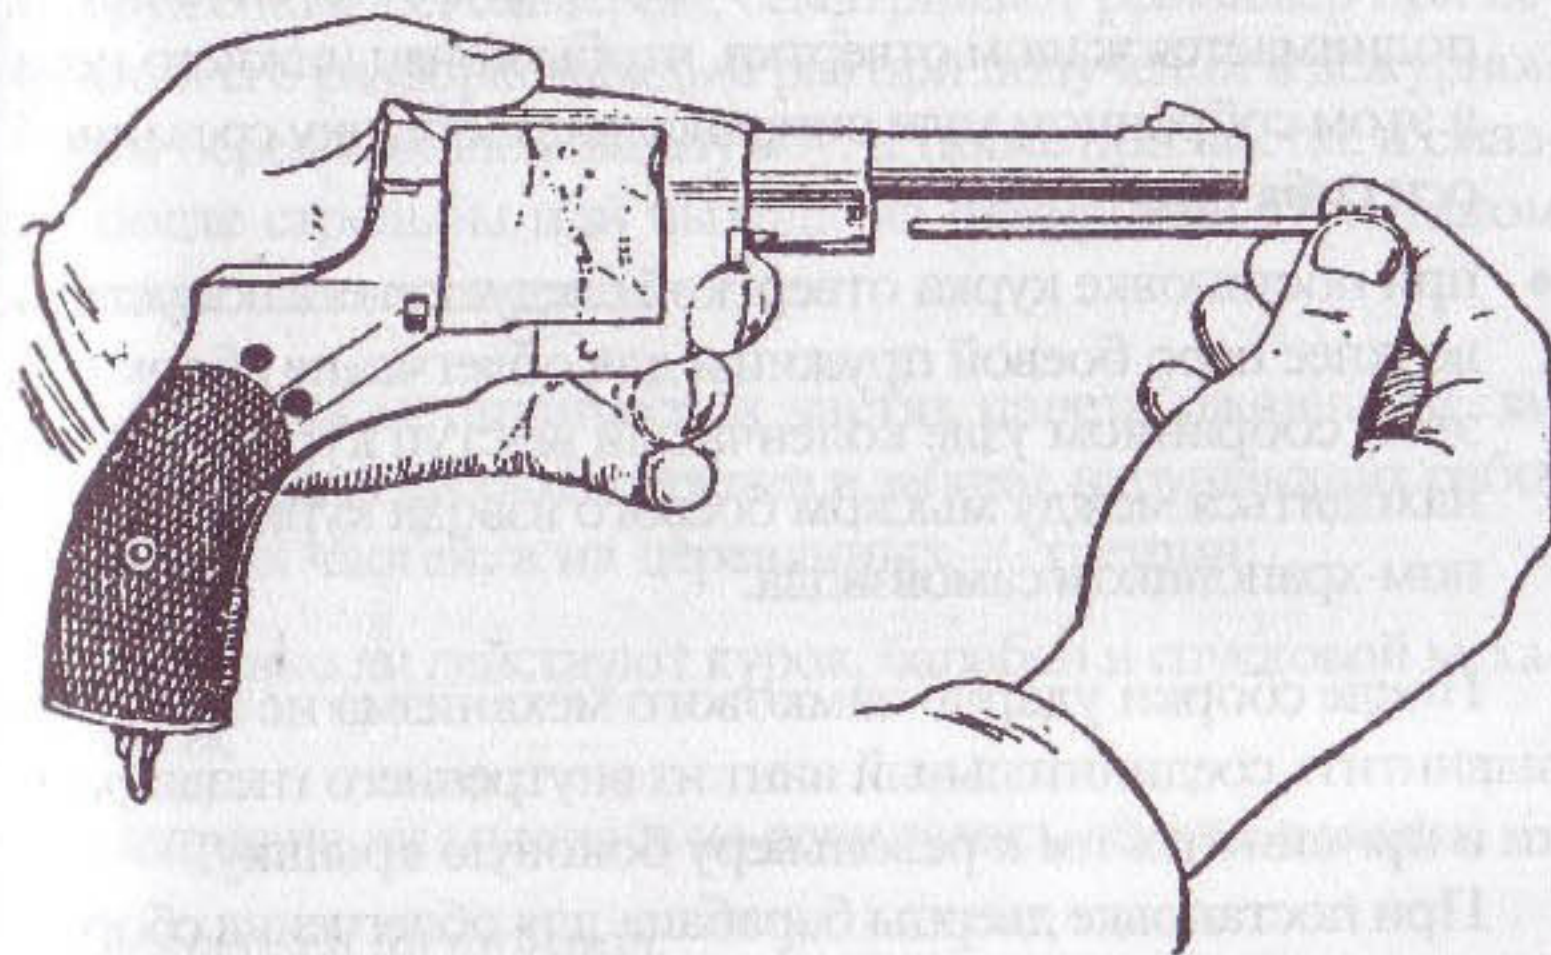

Рис. 79. Как отделить шомпол
- ◆ для отделения шомпола открутить винт его пружины (29 на рис. 6) и вытянуть шомпол наружу (рис. 79);